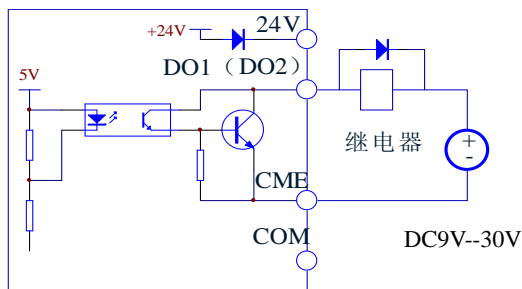

图 3-28 多功能输出端子接线方式2
2) 多功能输出端子D01、D02也可使用外部电源, 9~30V, 接线方式请参见图3-28。